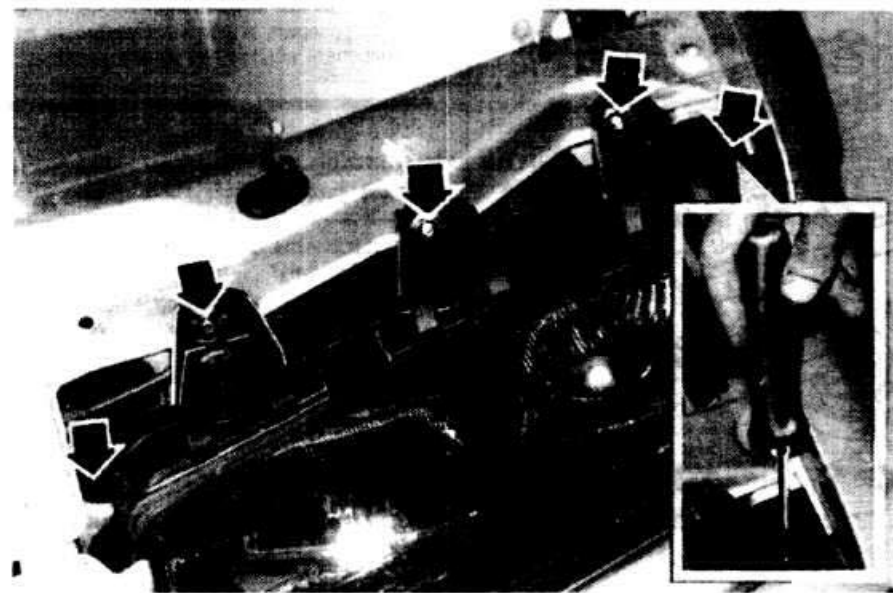

Рис. 14-11. Стрелками показаны винты крепления фар
- Отвернуть пять винтов крепления фары (рис. 14-11).